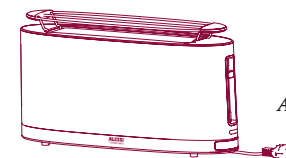

Abb. 10
- 1 Setzen Sie den Croissant-Aufsatz auf den Toaster auf (Abb. 10).